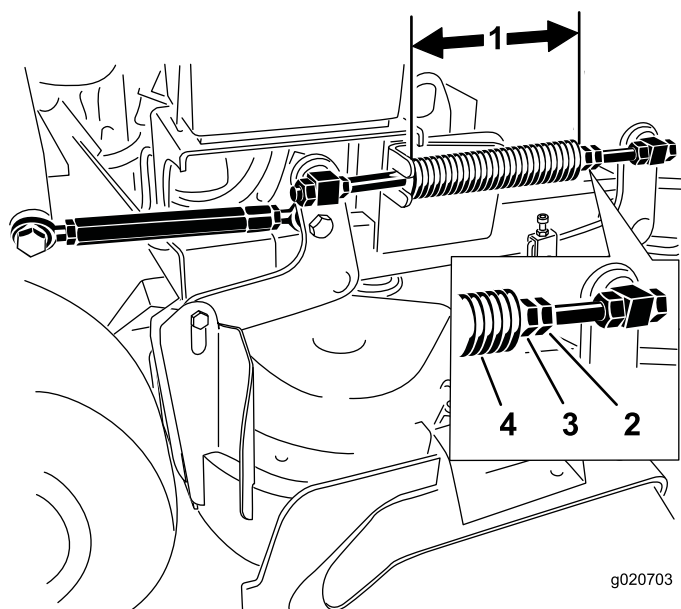

Figura 87
2. Compruebe la longitud del muelle de compresión. La longitud nominal es de 28.2 cm (11-1/8 pulgadas) para carcasas de corte de 91 cm (36 pulgadas) y 25.7 cm (10-1/8 pulgadas) para carcasas de corte de 102 cm (40 pulgadas) (Figura 87).
3. Ajuste esta distancia aflojando la contratuerca elástica y girando la tuerca que está delante de cada muelle (Figura 87).
4. Fije la tuerca en la posición deseada apretando la contratuerca elástica (Figura 87).